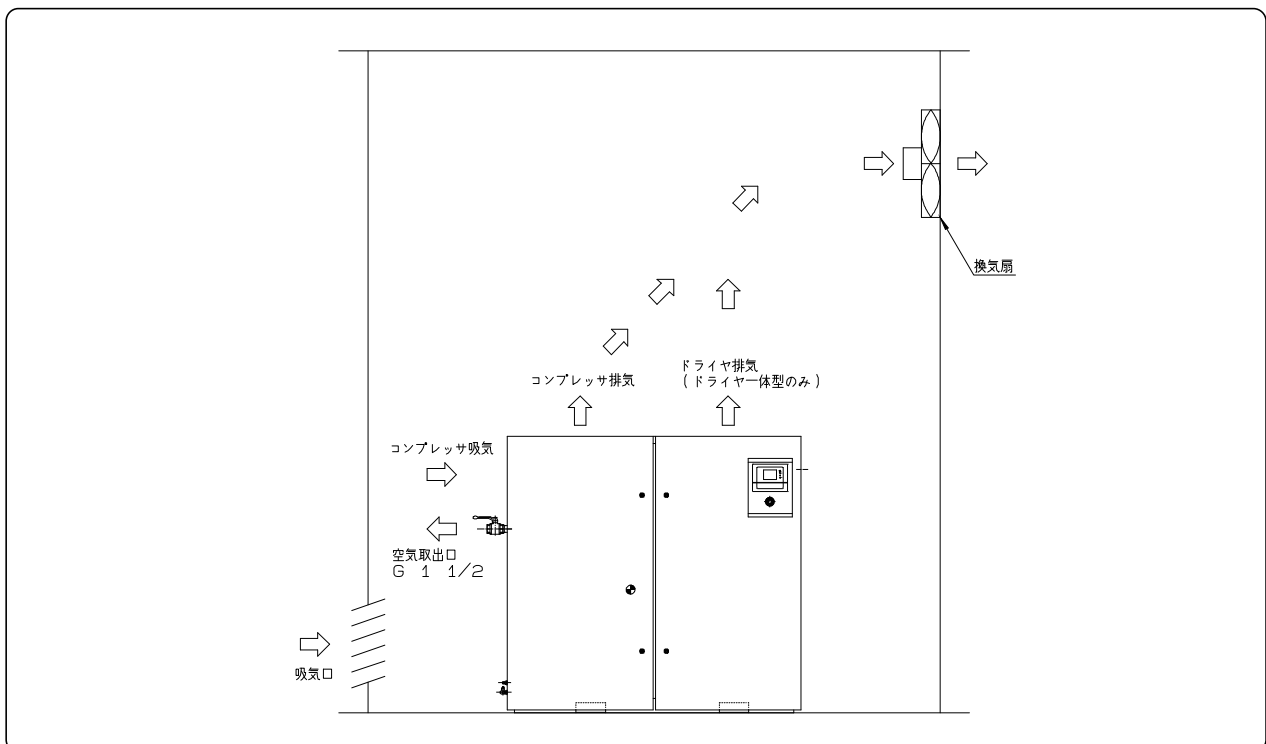

図4.4 全体換気イメージ
1) 全体換気の場合、室内上昇温度を5℃に抑えるために必要な換気量は下記のようになります。この数値は、排気側の抵抗が無い場合を示しています。換気扇の選定にあたっては、下表の風量以上のものを選定してください。全体換気の概略は図4.4をご参照ください。